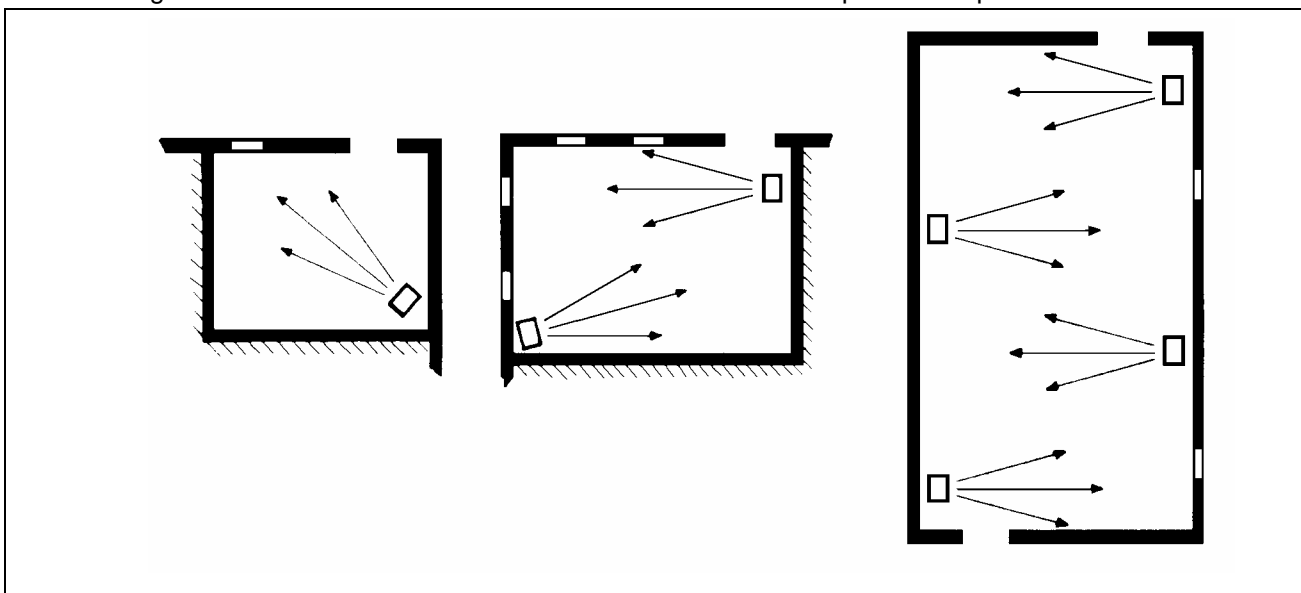

Figura 3
- per una migliore distribuzione del calore, in caso di installazione con più macchine, creare flussi alterni di aria calda (vedi Figura 3).